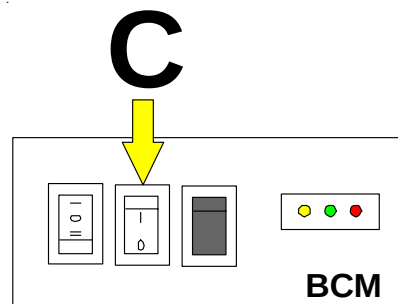

fig. 1
- 1 Pour pouvoir effectuer le réglage de chacun des brûleurs, il est nécessaire de mettre l'interrupteur "C" sur la position "I" (fig.1). Dans ce mode, tous les brûleurs s'éteignent excepté celui du premier module.